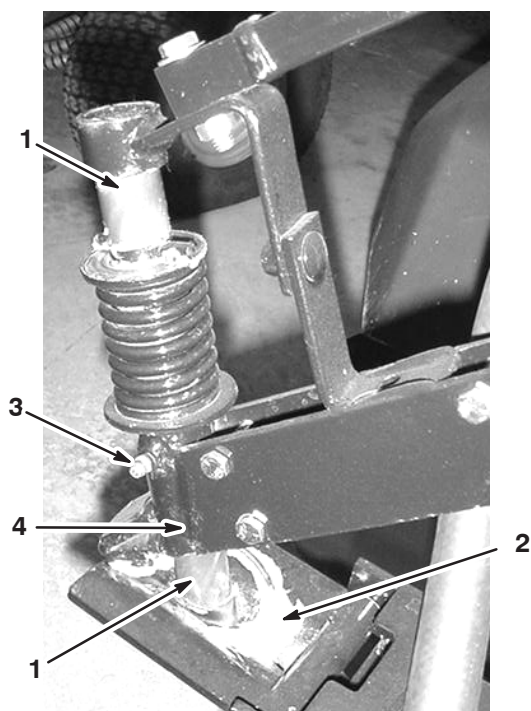

Figura 44
1. Aplique manualmente a massa lubrificante no eixo do suporte e dentro do assento de esfera da placa do engate como mostrado na figura 44.